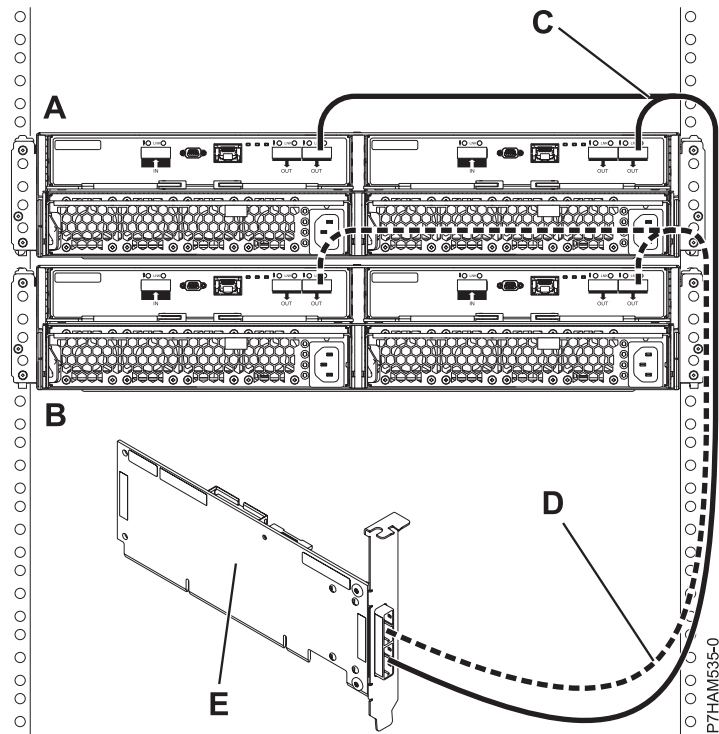

Figure 28. Mode 1 de connexion de deux boîtiers d'unité de disque 58/87 via des câbles YO à un adaptateur SAS unique
- i. Effectuez la connexion de mode 1 de deux boîtiers d'unité de disque 58/87 (A et B) via des câbles YO (C et D) à un adaptateur SAS unique (E) comme illustré à la figure 28, à la page 27.